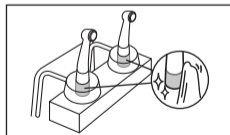

Fig. 22
- 2 Essuyez la saleté sur la partie maintenue par un support de pièce à main à l'aide d'un tissu humecté d'éthanol à 60 - 90 % ou de désinfectant (CaviWipes®) (Fig. 22).